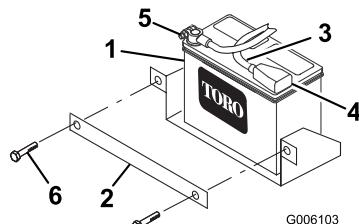

Bild 2
2. Entfernen Sie die Schrauben, Muttern und Klemmen, mit denen die Batterie befestigt ist (Bild 2).